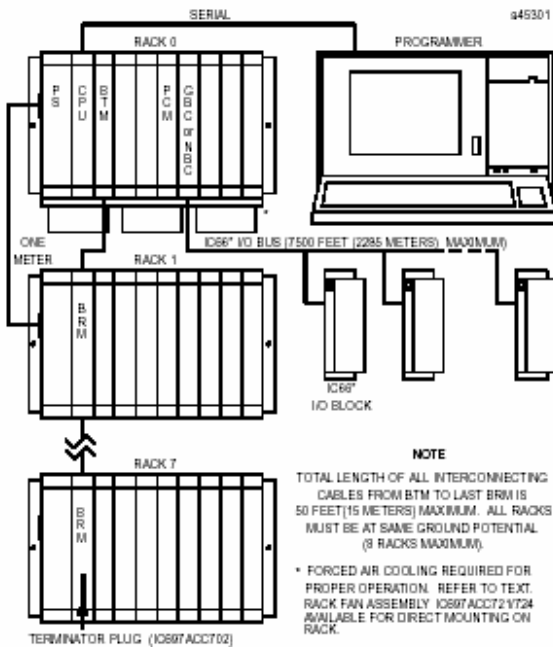

图2. 系统配置，编程器串行连接
- 安装在机架 0的1槽。（见图2）
15针 D连接器提供和CPU RS-485兼容串行端口的连接如图2所示。